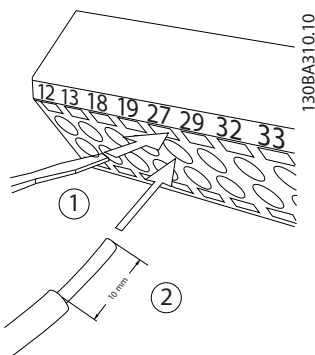

Ilustración 2.21 Conexión del cableado de control
1. Abra el contacto insertando un pequeño destornillador en la ranura situada encima o debajo del contacto, tal y como muestra la *Ilustración 2.21*.